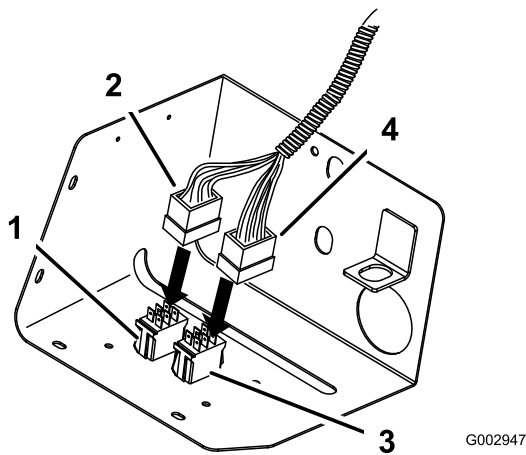

Figura 53
14. Conecte el conector con cables principalmente de color verde y amarillo al interruptor selector de pulverización (interruptor basculante) (Figura 53).
15. Conecte el conector con los cables multicolor al interruptor de control de caudal (interruptor momentáneo) (Figura 53).